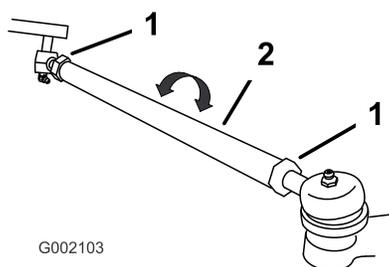

Figura 39
- Se la misura non rientra nel range previsto (vedere le dimensioni e i parametri riportati all'inizio di questa operazione), allentate i controdadi da ambo i lati dei tiranti (Figura 39).